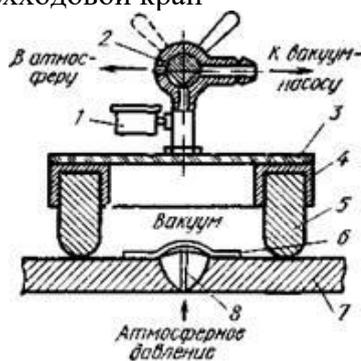

Рис.3.Рисунок вакуумной камеры
**10. Установить соответствие между позициями основных элементов схемы вакуумного метода контроля (рис.3.) и названиями основных элементов**